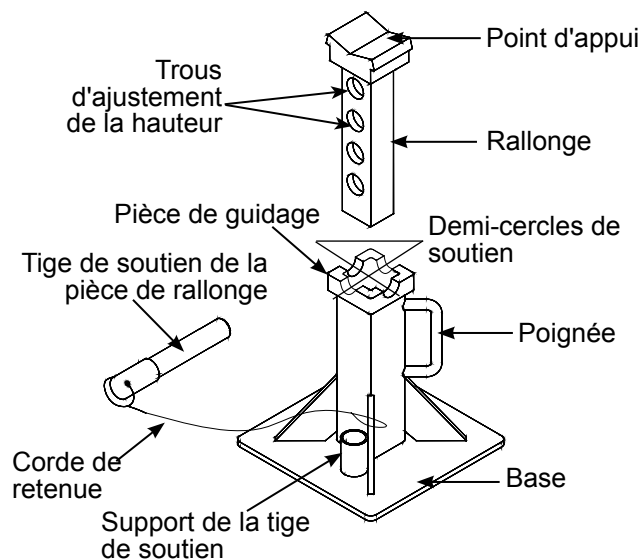

Figure 1 : Composants du modèle BH5220B
**Assemblage** (Voir les figures 1 et 2.)